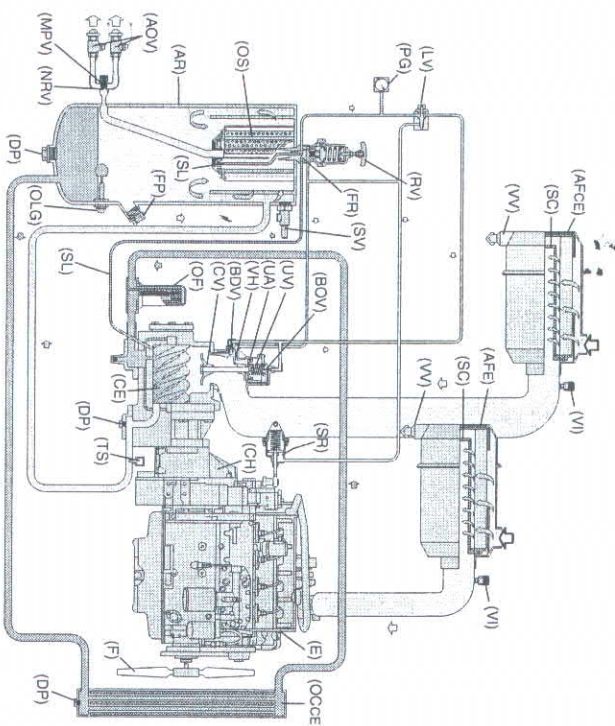

Fig. 2.4 Sistema de regulación
(VER FIG. 2.4)
2.6 SISTEMA DE ACEITE (VER FIG. 2.4)
2.7 SISTEMA DE REGULACIÓN CONTINUA (VER FIG. 2.4)